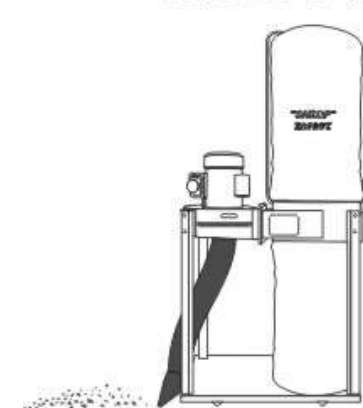

Рис.11
11.2. При соединении шланга (4) с патрубком раструба (3), закрепленного на основании (1), Рис.1, пылесосом можно убирать стружку и древесную пыль с пола, перемещая пылесос по его поверхности, Рис.11.